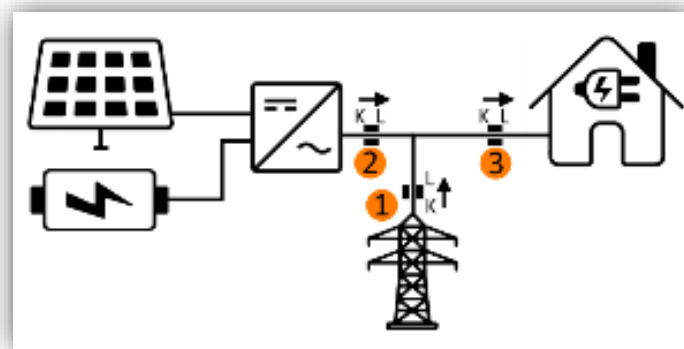

Figure 156. Schéma d'installation avec panneaux solaires et batterie
Cette section définit les points de l'installation sur lesquels doivent être faites les mesures pour avoir un fonctionnement correct de l'onglet global du moniteur d'énergie. La Figure 156 représente le schéma d'une installation avec panneaux solaires et batteries :
- **Installation sans panneaux solaires ni batteries** : seul le point 1 du schéma de la Figure 156 sera disponible.